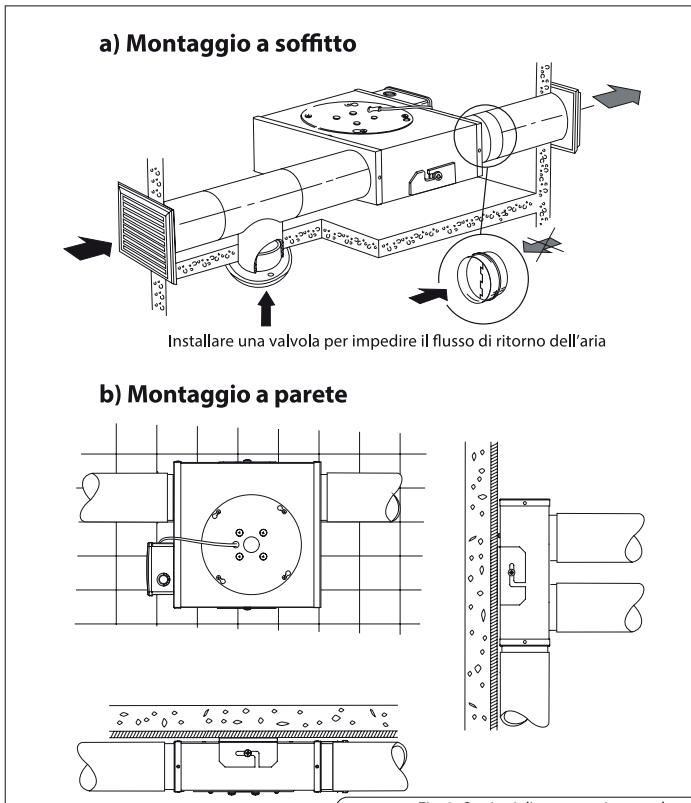

Fig. 2. Opzioni di montaggio ventola
- La ventola è adatta sia per l'installazione orizzontale (fig. 2 a) che verticale (fig. 2 b).